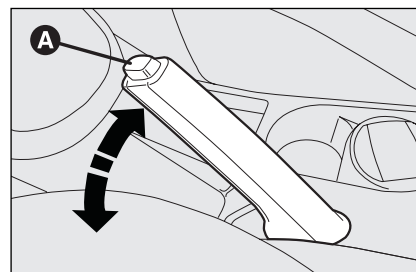

рис. 1
- ☐ слегка потяните рычаг стояночного тормоза вверх и нажмите кнопку **A**, см. **рис. 1**;